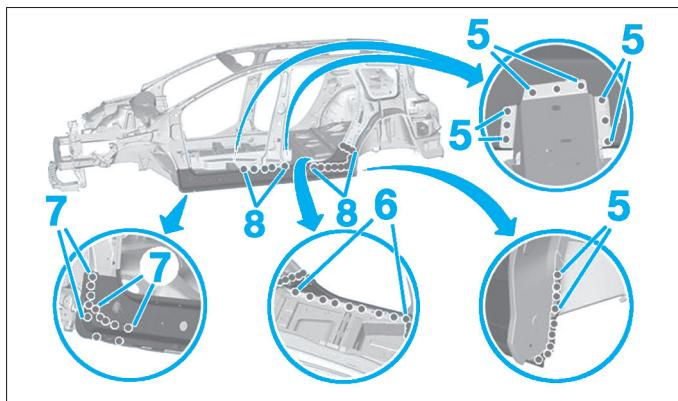

FIG. 123
- Soudé (Fig.123) :
- par points électrique (5),
- par points bouchons (6) et (7),
- par points électriques (8).